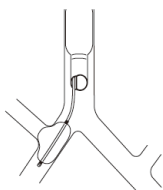

Fig.9
- Para a toracotomia direita, posicione e insufla o cuff bloqueador de forma a obter uma ligeira herniação do mesmo no brônquio do lobo superior. Isso ajudará a fixar o cuff bloqueador em posição e bloqueará firmemente o brônquio principal direito (Fig. 9).